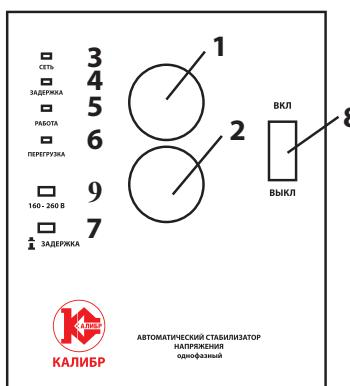

рис.1
Общий вид* передней панели стабилизатора схематично представлен на рис.1
6.4 После того как стабилизатор был подключен к сети питания, установите необходимое «Время задержки включения». Время задержки устанавливается кнопкой 7 (см. рис.1), она может находиться в 2-х положениях: кнопка отжата - время задержки составляет **10 секунд**, кнопка вдавлена внутрь - время задержки составляет **120 секунд**.
6.6 Включите стабилизатор, для этого переведите выключатель 8 (рис.1) в положение
6.7 На вольтметре 1 (рис. 1) появится напряжение питающей сети.
6.8 После выхода стабилизатора на рабочий режим, на вольтметре 2 (см. рис.1) появится напряжение стабилизированного тока. Убедитесь, что стрелка вольтметра находится в «зелёной» зоне, после этого включайте потребителей, соблюдая порядок от более мощного к менее мощному.
Внимание! Если отсутствует показатель напряжения на вольтметре 1 (рис.1), проверьте предохранитель на задней панели стабилизатора, возможно он сгорел из-за превышения максимально допустимого напряжения питающей сети. Замените предохранитель.
Внимание! Если превышено значение токовой нагрузки (вследствие короткого замыкания или перегрузки в цепи), сработает защита стабилизатора, о чём свидетельствует отсутствие показателя напряжения на вольтметре 2 (рис.1) и срабатывание индикатора 6 (рис.1). Выключите стабилизатор, после устранения причины перегрузки повторите п.п.6 - 6.8